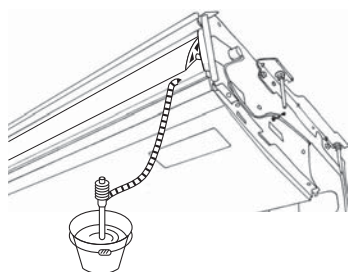

Fig. 5-3
1. Collegare la staffa di attacco ⑤ fornita con l'unità all'apertura di drenaggio con adesivo al cloruro di vinile.
2. Fissare il coperchio della staffa ③ fornito con l'unità alla staffa di attacco ⑤.
3. Fissare il tubo di drenaggio eseguito localmente (VP-20) alla staffa di attacco ⑤ con adesivo al cloruro di vinile.
4. Avvolgere il coperchio della tubazione di drenaggio ⑦ fornito con l'unità. (Fasciatura delle giunzioni)
- Ⓒ Coperchio della staffa ③
- Ⓓ Staffa di attacco ⑤
- Ⓔ Coperchio della tubazione di drenaggio ⑦
5. Controllare il corretto funzionamento del drenaggio. (Fig. 5-3)